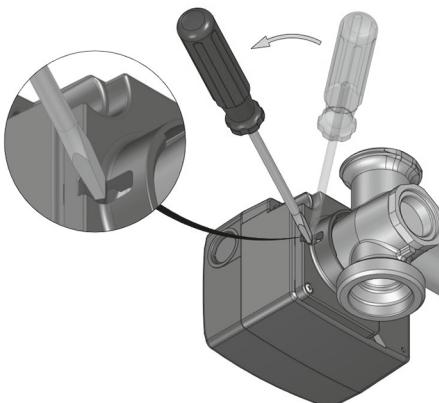

Fig. 13
- Impostare l'interruttore di funzionamento (1) su manuale ruotando in senso orario di 90° con l'aiuto di un cacciavite. Così facendo lo slot sarà in posizione orizzontale e la punta della freccia indicherà il simbolo della mano (fig.13).